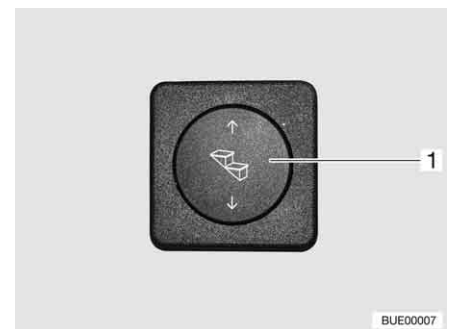

Fig. 14 Bouton poussoir marchepied
**Sortir :** ■ Appuyer sur le bas du bouton-poussoir basculant (Fig. 14,1) et le maintenir pressé (pendant au moins 3 secondes) jusqu'à ce que le marchepied soit entièrement sorti.
**Ressortir :** ■ Appuyer sur le bouton-poussoir basculant (Fig. 14,1) vers le haut jusqu'à ce que le marchepied soit entièrement ressorti.